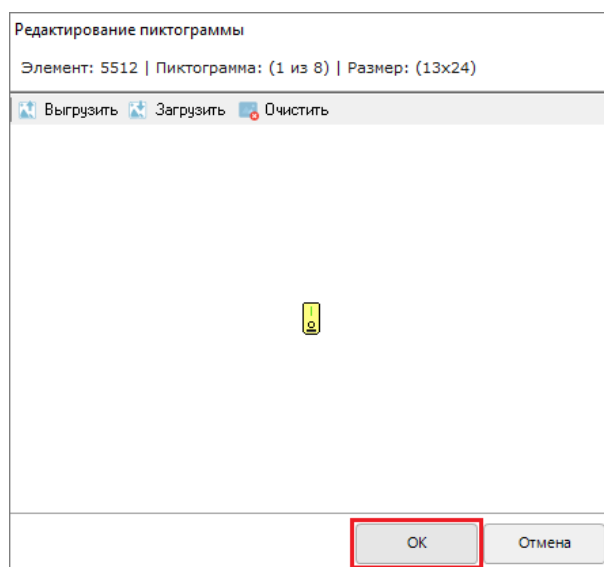

Рисунок 6-524 Подтверждение пользовательских изменений в диалоговом окне "Редактирование пиктограммы"
- 3) в нижней части диалогового окна «Редактирование пиктограммы» нажмите кнопку «ОК» (см. Рисунок 6-524) для подтверждения изменений (либо нажмите кнопку «Отмена» для отказа от изменений);